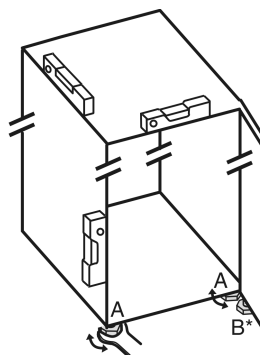

Fig. 4
- ▶ Skruva ut justeringsfötterna Fig. 4 (A) med bifogad skruvnyckel och ta hjälp av ett vattenpass så att skåpet står stadigt och jämnt.
- ▶ Skruva ut lagerbockens justeringsfot Fig. 4 (B) med bifogad skruvnyckel tills den står på golvet.
- ▶ Vrid justeringsfoten Fig. 4 (B) ytterligare 90°.